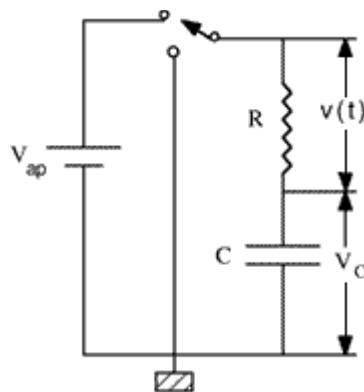

Figura 2.34.- Forma de variación del potencial para un condensador
2) Si eliminamos los mecanismos de inyección antes citados, la carga y descarga se producirá exclusivamente debido a la diferencia de potencial entre placas $V(t)$. Supondremos en este caso que el potencial en la fuente de alimentación permanece constante, o sea el nivel de líquido del depósito que alimenta la vasija es el mismo durante todo el proceso. El circuito será ahora el de la Figura 2.34.